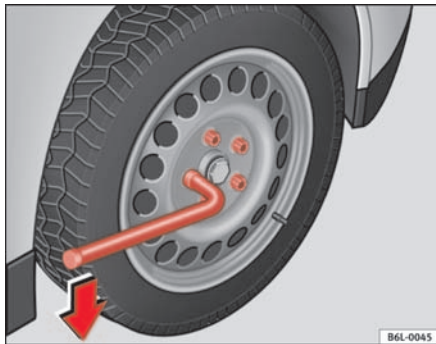

Fig. 133 Cambio de rueda: aflojar los tornillos de rueda
- Agarre la llave por el extremo y gírela aproximadamente una vuelta hacia la **izquierda** ⇒ fig. 133.